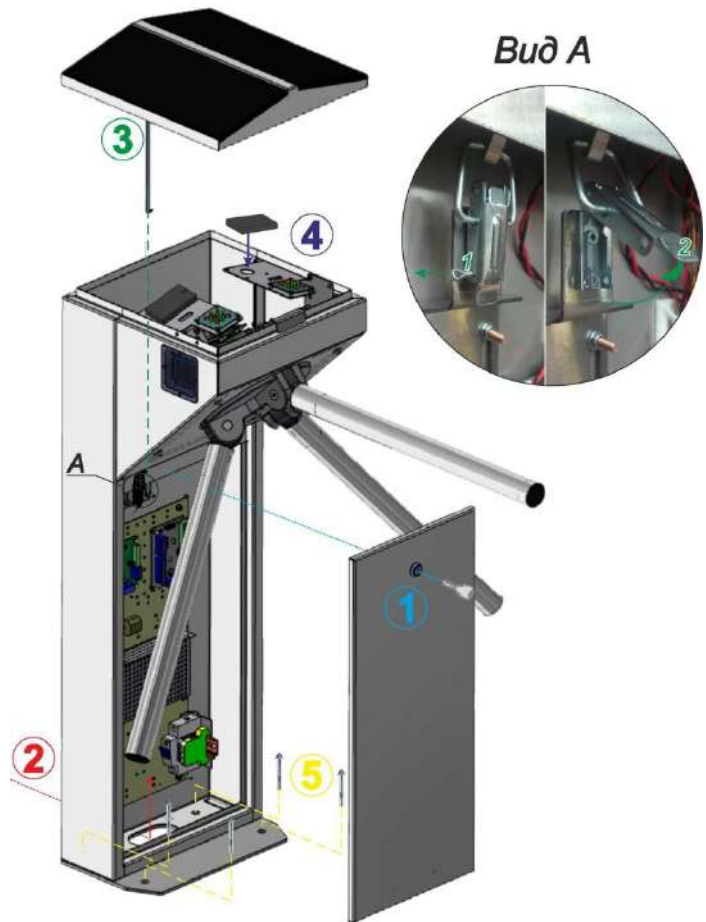

Рис. 16 – Загальний вид складання турнікету-триподу «CENTURION-M» і «BASTION-M»
8) Для доступу до кріпильних та технологічних отворів основи та клемних колодок турнікету-триподу «CENTURION-M» та «BASTION-M» необхідно зняти двері стійки, повернувши ключ замка за допомогою ключа (Рис.16).
Для того щоб зняти кришку стійки, необхідно зняти шплінт (1) і відкрити клямку (2), піднявши її вгору (Рис.16, Вид А).